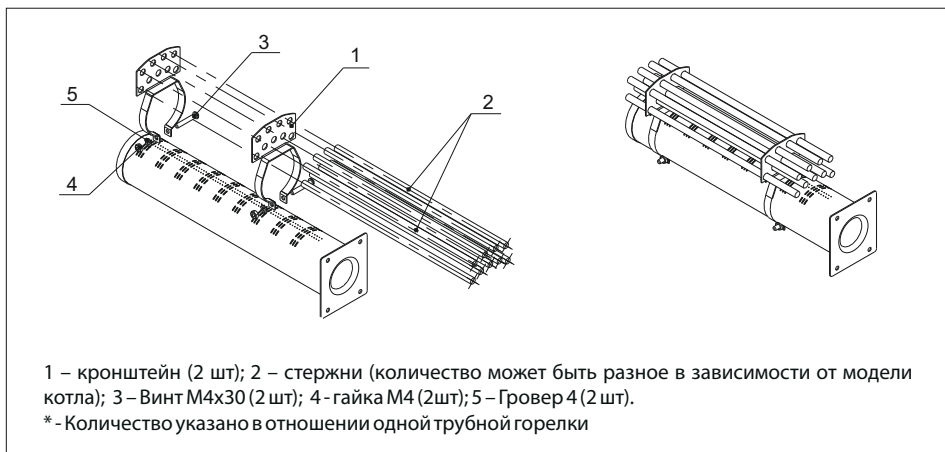

Рис. 3. Схема монтажа комплекта стержней
7. Комплект стержней для соблюдения Технического регламента относительно требований к экодизайну для обогревателей помещений и комбинированных обогревателей (ПКМУ от 27.12.2019 г. №1184), которые должны быть смонтированы при монтаже котла согласно схеме (рис. 3) -1